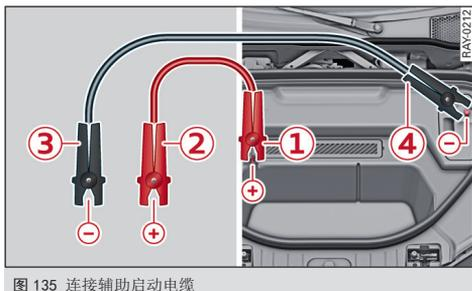

图 135 连接辅助启动电缆
- 1. 将红色正极电缆的一端连接到辅助启动销 ① 上 ⇨ 图 135。
- 2. 将红色正极电缆的另一端固定在电源的正极 ② 上。